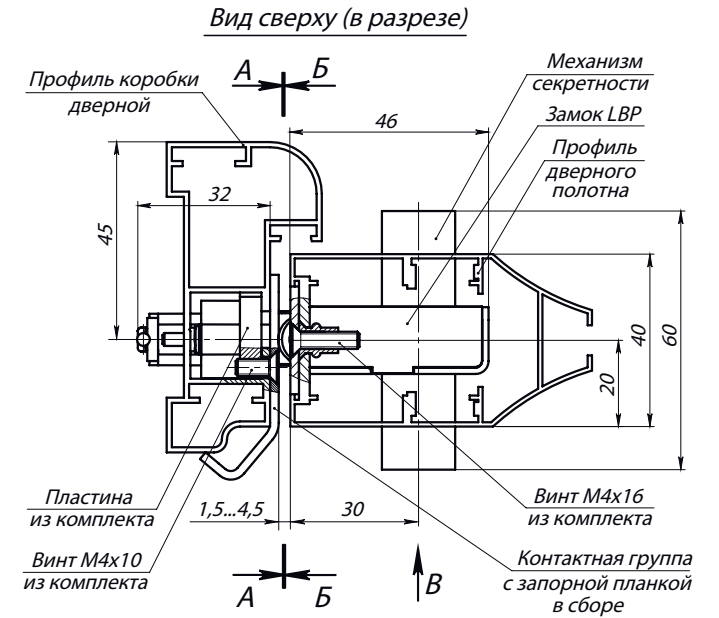

Рис. 2. Замок с контактной группой PERCo- BP1 в сборе (виды А, Б и В изображены на установочных шаблонах)
- профили дверного полотна T34, T53, T81, T85 и профиль дверной коробки T72-14 (ООО «Петралюм»), или аналогичные им по своему сечению (см. рис. 2).
3. Для замка с запорной планкой PERCo-BP1. Установите замок (1) в заранее подготовленный паз в профиле дверного полотна и закрепите его двумя винтами M4x16 (5) из комплекта поставки (см. рис. 2).
5. Установите механизм секретности (11) и зафиксируйте его винтом (10) через отверстие в лицевой планке замка (**длина винта 35 - 45 мм**).
6. Установите декоративные накладки (13) и ручки (15) в соответствии с рекомендациями изготовителя. После установки ручки должны легко поворачиваться.
8. Для запорной планки PERCo-BP1. В профиль дверной коробки установите пластину из комплекта поставки и зафиксируйте ее винтом M4x10 (см. рис. 2). Установите вторую пластину аналогичным образом.
9. Соедините кабель управления с клеммами (8), установленными на контактной группе. Для этого обожмите концы кабеля в зажимы клемм.